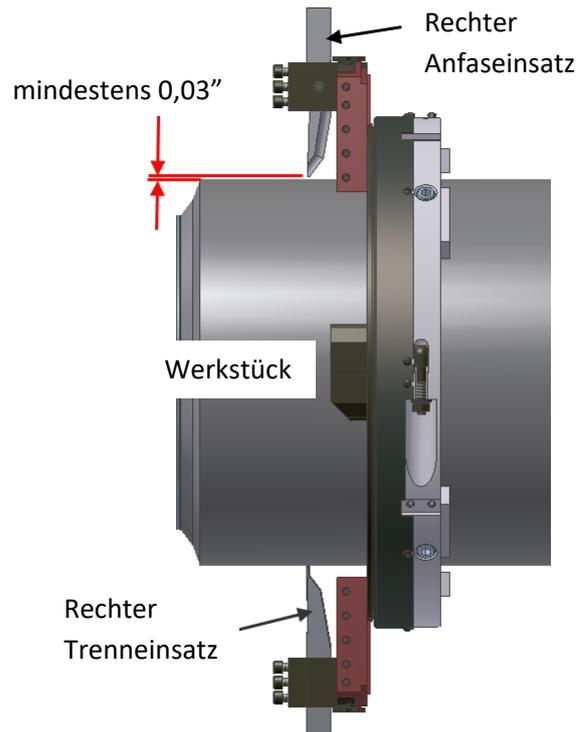

Abbildung 10
- Den Schneidkopf manuell 1 Umdrehung im Gegenuhrzeigersinn drehen. Dieser Umkehrvorgang stellt die Werkzeugeinsätze von etwaigen hohen Stellen im Rohr zurück, die Werkzeugbeschädigung verursachen könnten. Nachdem eine vollständige Umdrehung erfolgt ist, die Kopfschrauben auf beiden Werkzeugblöcken anziehen. Den Anfaseinsatz 1/32" mit dem Sternradschlüssel vom Werkstück wegstellen (siehe Abb. 10).